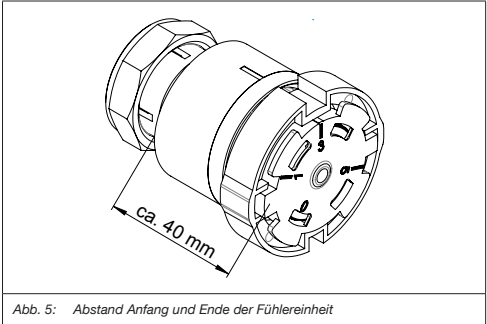

Abb. 5: Abstand Anfang und Ende der Fühlereinheit
- Der Abstand zwischen Anfang und Ende der Fühlereinheit muss ca. 40 mm betragen (siehe Abb. 5).